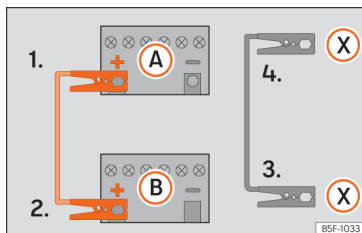

Fig. 46 Schema elettrico per i veicoli dotati di sistema Start&Stop.
- 4b. *Nei veicoli con sistema Start/Stop:* collegare un'estremità del cavo nero di emergenza (X) a un terminale di massa idoneo, a un elemento metallico massiccio avvitato al monoblocco del motore o al monoblocco stesso » **fig. 46.**
5. Collegare l'altra estremità del cavo nero (X), al monoblocco del motore del veicolo con la batteria scarica oppure ad un elemento metallico massiccio annesso al monoblocco e comunque non nelle immediate vicinanze della batteria (A).